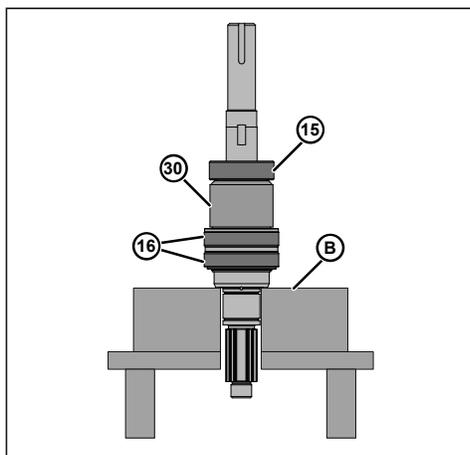

Ilustración 76 - Retirar los rodamientos del eje
- Utilice una prensa hidráulica y abrazaderas en V (Ilustración 76, elemento B) para retirar los rodamientos (elementos 15 y 16) y el separador (elemento 30).